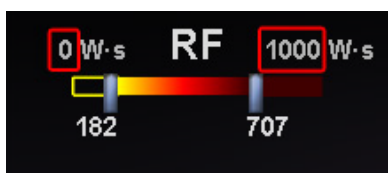

Figura 98. Valori W-s modificati indicati da rettangoli rossi
2. Modificare manualmente i valori (**Figura 98**) secondo le *regole* seguenti:
Oltre a modificare manualmente la visualizzazione dell'intervallo, l'utilizzatore può inoltre trascinare la barra a una delle estremità della visualizzazione del gradiente per modificare il gradiente di colore all'interno dell'intervallo definito. Come si osserva nella **Figura 98**, l'utilizzatore può selezionare e far scorrere la barra in corrispondenza di **182** o la barra in corrispondenza di **707** su un valore numerico inferiore o superiore.